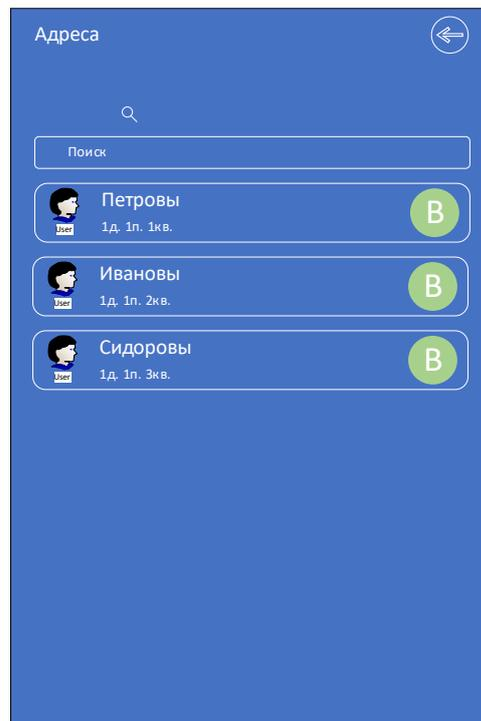

Рисунок 1.2
- Нажать на иконку «Адреса». Если абонент был создан и на квартиру назначен монитор в программе «РА500 Центр управления», то в списке появится имя абонента и его адрес (рисунок 1.2);